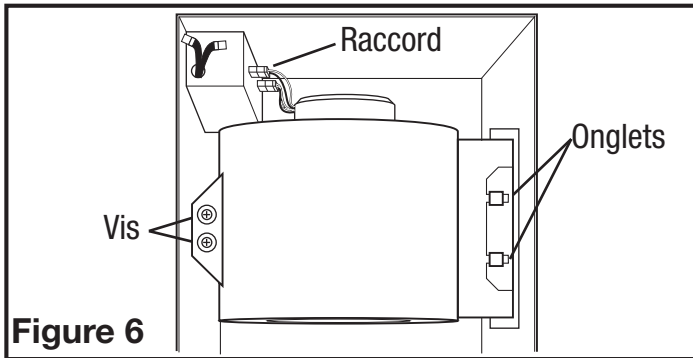
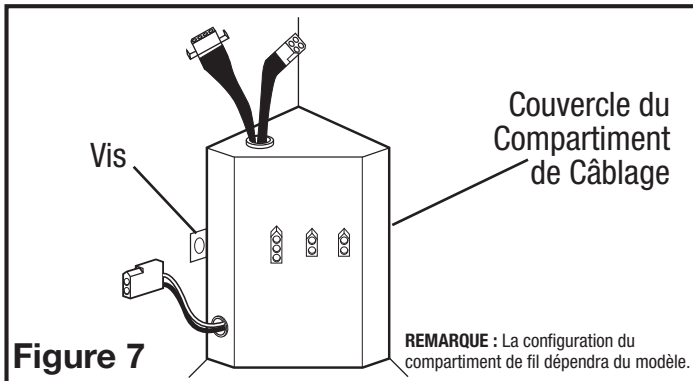

Figure 6
Figure 7
- 1b. Compartiment de Câblage Intérieur: Enlever les trois vis retenant en place l'assemblage de la soufflante et soulever pour sortir l'assemblage hors du châssis (Figure 6). Enlever la vis (ou les vis) du couvercle du compartiment à câblage et mettre ce couvercle dans un endroit fiable (Figure 7).